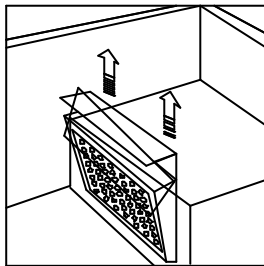

Fig. 12
- Extraer el filtro, limpiarlo y volver a montarlo correctamente (Fig. 12).
- Que el filtro de aspiración no este obstruido, y su alojamiento es correcto (Fig. 12).